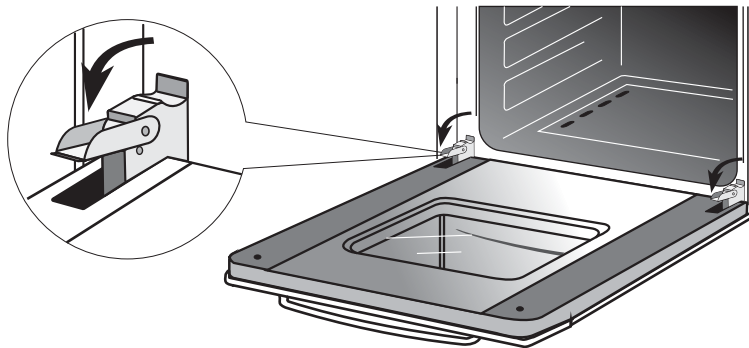

Рис.4
- поднимите и поверните до упора рычаги, расположенные на двух шарнирах (рис. 4),